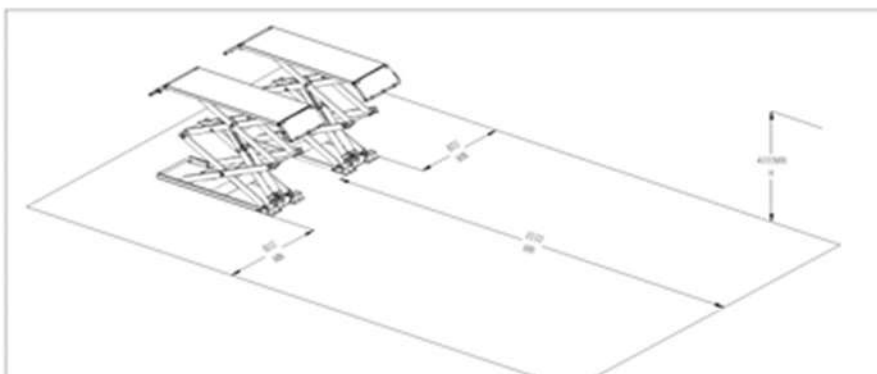

Figura 15
Requisitos de instalação (Figura 15)
- As operações de mover e instalar a plataforma elevatória devem seguir o processo conforme mostrado na figura 15, abaixo.